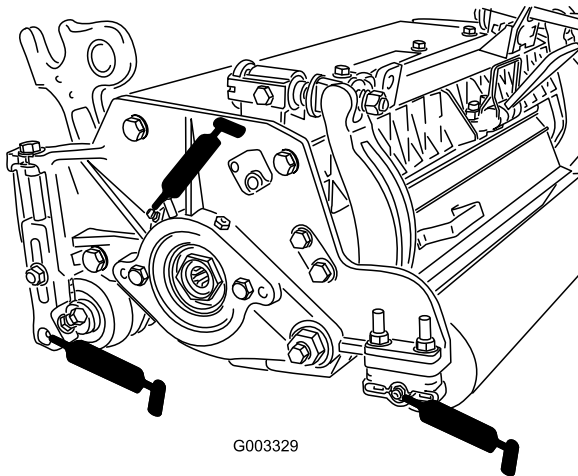

Figura 30
Cada unidade de corte possui (6) bocais de lubrificação (Figura 30) que deverão ser lubrificados regularmente com massa lubrificante nº 2 para utilizações gerais, à base de lítio.